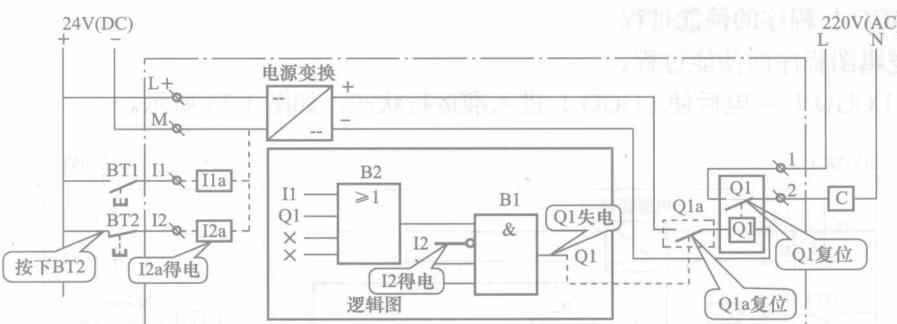

图 1-16 停止自保持
4) 按下 BT2 就相当于对 LOGO! 内部的 “I2a 等效线圈” 通电了, 并使其程序功能块 B1 的 I2 端置位取反, I2 的取反又将 B1 复位停止驱动 Q1, 最后停止自保持, 如图 1-16 所示。